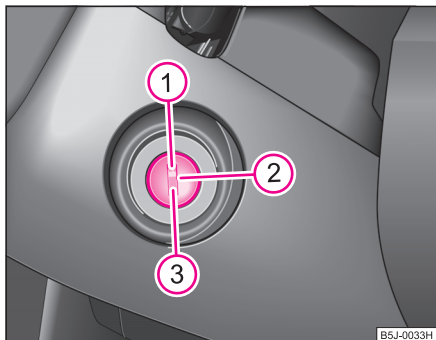

Fig. 89 Pozițiile cheii în contact
- Motorul se oprește prin rotirea cheii în contact în poziția  ⇒ pagina 103, fig. 89.